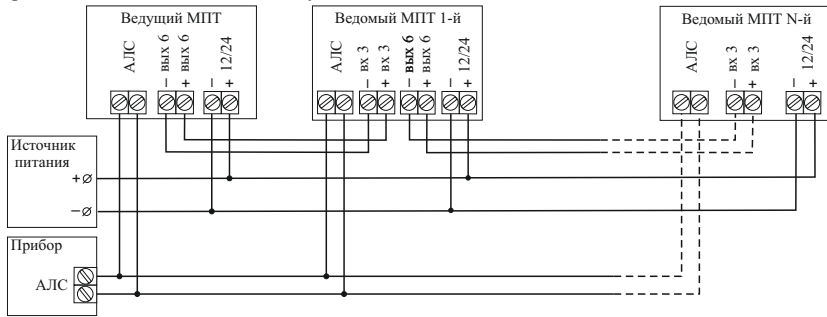

Рисунок 2
к) «ВЫХ 6» – используется для подключения ведомых МПТ (рисунок 2). Расстояние между модулями не более 50 м.
4.3 Ведущий МПТ включает ведомые модули после того, как получает команду от прибора, ЭДУ-ПТ, ИПР или двух бездресных ИП. Ведомый модуль контролирует линию связи с ведущим. Ведущий МПТ включает ведомые модули после того, как получает команду от прибора, ЭДУ-ПТ, ИПР или двух бездресных ИП. При выдаче команды на включение выходов от ведущего МПТ-1 к ведомому МПТ-1 (1-й) (рисунок 2) существует задержка, которая составляет не более 2 с. При передаче команды от ведомого МПТ-1 (1-й) к ведомому МПТ-1 (2-й) задержки также составляет не более 2 с и т.д. Ведомый модуль контролирует линию связи с ведущим.